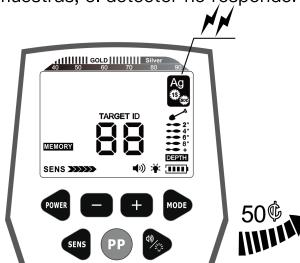

Fig.13
- d. Al barrer la moneda de plata de 50€, el detector responde, indicando que ha memorizado la moneda de plata de 50€. Al barrer las otras cinco muestras, el detector no responde. (Ver Fig.13, tome como ejemplo la moneda de plata de 50€)